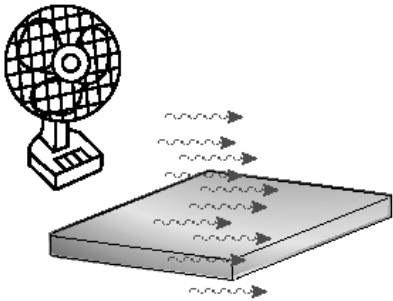

图 8-5 强制对流
(2) 强制对流 利用外部方式（如风扇或泵）用来加速流体在固体表面的流动。流体微粒在固体表面的快速运动使温度梯度最大化，并增加了热交换速率，在热盘上强迫扩散空气，如图8-5所示。